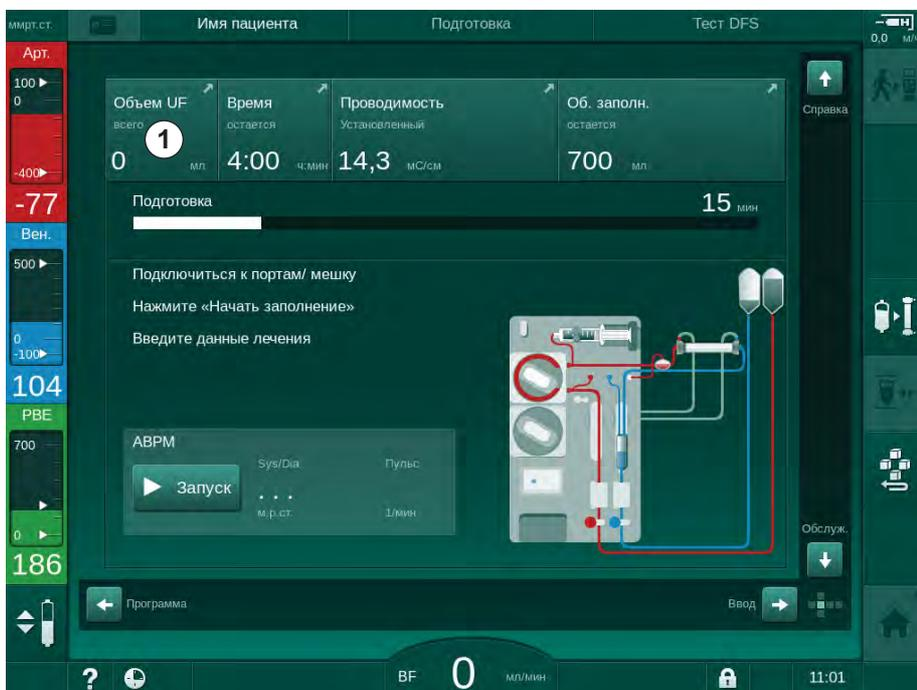

Рис. 5-11 Ярлык *Предписание*
1. Перейдите на экран *Ввод* с помощью полос прокрутки и нажмите на значок *Предписание* или коснитесь ярлыка ① на *Главном* экране (Рис. 5-11).